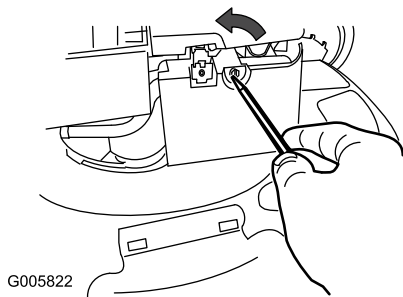

Figura 23
- Utilice un destornillador para abrir la tapa del filtro de aire (Figura 23).